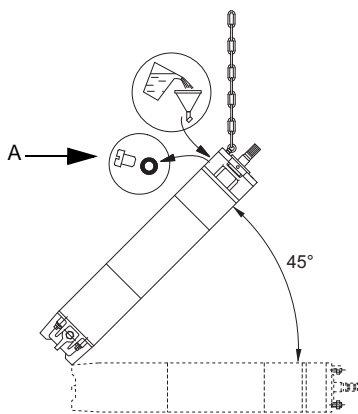

Fig. 4 Position du moteur pendant le remplissage – MMS
1. Placer le moteur à 45 ° avec partie supérieure dirigée vers le haut, voir fig. 4.